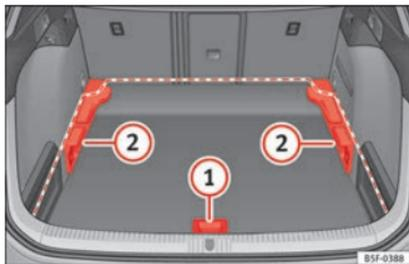
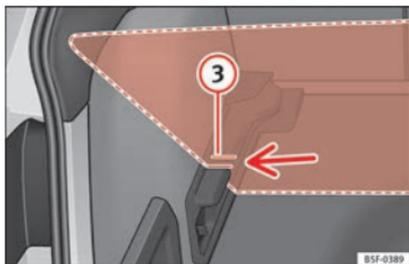

Fig. 181 Plancher de coffre à bagages modulable : positions.
Fig. 182 Plancher de coffre à bagages modulable : rainures inclinées.
» fig. 181 ①, tirez-le vers l'arrière jusqu'à ce
» fig. 181 ①, tirez-le vers l'arrière jusqu'à ce que la partie avant du plancher dépasse complètement les supports ②.
- Faites coïncider cette partie avant avec les rainures inférieures des supports en question et faites coulisser le plancher vers l'avant jusqu'à ce qu'il bute contre le dossier de la banquette arrière en abaissant en même temps le plancher avec la poignée ①.
- Relevez le plancher modulable avec la poignée » fig. 181 ① et tirez-le vers l'arrière jusqu'à ce que la partie avant du plancher dépasse complètement les rainures inclinées » fig. 182 ③.
- Faites passer le plancher par les rainures en vous aidant de la poignée ① jusqu'à ce qu'il bute contre le dossier de la